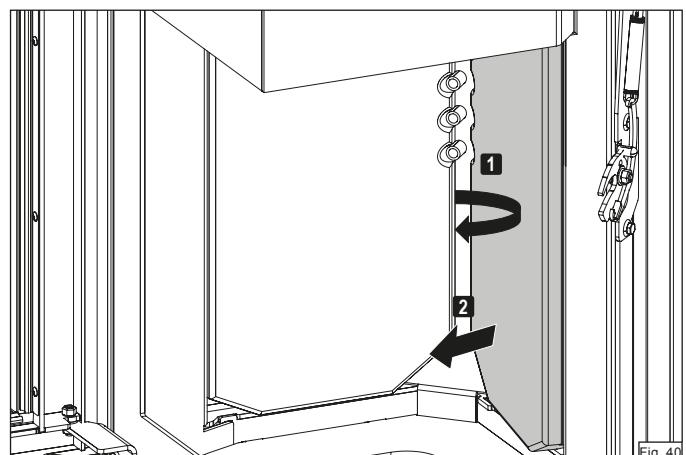

Fig. 40
- Tournez la pierre thermique de droite **1** et retirez-la du foyer **2** (Fig. 40).